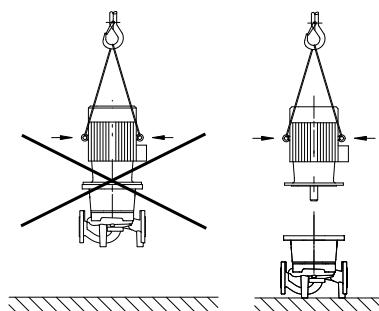

Fig. 20: Transportul motorului
- **Inelele de ridicare de la motor servesc numai la susținerea sarcinii motorului și nu se pretează la susținerea întregii pompe (fig. 20).**